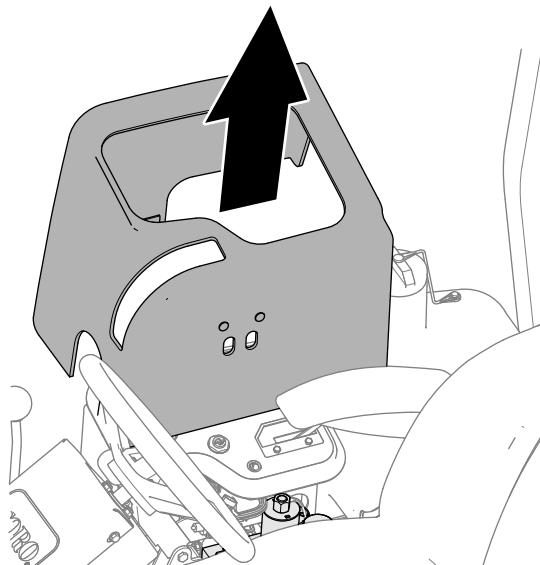

Figure 87
3. Soulevez le couvercle magnétique de la console (Figure 87) pour exposer le collecteur de la tondeuse.